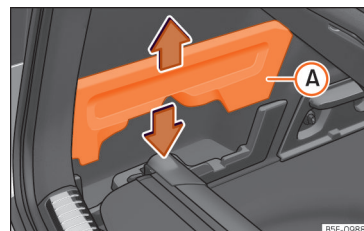

Abb. 143 Im Gepäckraum: Aufnahme zum Verstauen der aufrollbaren Abdeckung.
- Entfernen Sie die Abdeckungen links und rechts »» **Abb. 143 A**.